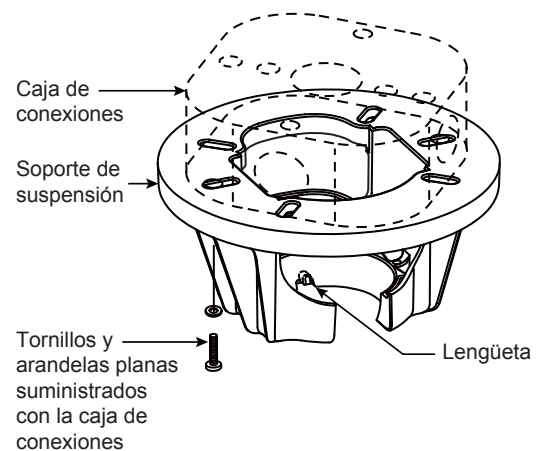

Figura 3
Uso del soporte (Figura 3)
- 3. Afloje los dos tornillos de fijación del soporte del barral de soporte para techo a través de la varilla. Introduzca los cables de color negro, blanco y azul a través de la varilla. (Figura 3)
1. Fije bien el soporte de suspensión a la caja de conexiones con los tornillos y las arandelas planas suministrados con la misma. (Figura 3)
NOTA: Se deben pasar los tornillos de la caja de conexiones a través de los orificios que se encuentran en el soporte de suspensión. (Figura 3)
3. Con cuidado, levante el ventilador y apoye la unidad del barral/de la semiesfera en el soporte de suspensión que acaba de fijar a la caja de conexiones. (Figura 4) Asegúrese de que la ranura en la semiesfera esté alineada con el reborde del soporte de suspensión. (Figura 3)
2. Deslice el receptor en el soporte de suspensión antes de realizar el cableado como se muestra en la figura 3.
3. Extraiga uno de los tres tornillos del unidad del carcasa de interruptor y guarde los tornillo para pasos posteriores. Afloje levemente los otros dos tronillos. (Figura 3)
3. Para que el ventilador sea funcional, instale las pila (incluidas) de 23A/12V en el transmisor del mando a distancia. Mientras el ventilador esté apagado. A continuación, siga el proceso de fijación remota de código. Si no se utiliza el ventilador durante un largo periodo de tiempo, extraiga la batería para evitar cualquier daño al transmisor. Almacene el mando a distancia en un lugar alejado del calor o la humedad excesiva. (Figura 3)